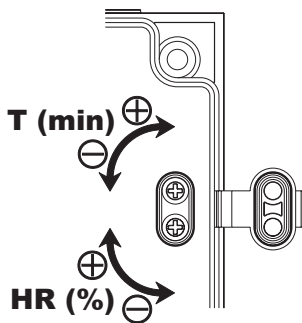

Fig.10
L'impostazione del valore di umidità si effettua per mezzo del potenziometro "% Hr" che si trova sul circuito stampato (fig.10) dopo aver smontato la griglia (1):
Per impostare il temporizzatore, girare il potenziometro "t min." incorporato nel circuito stampato (fig.10):